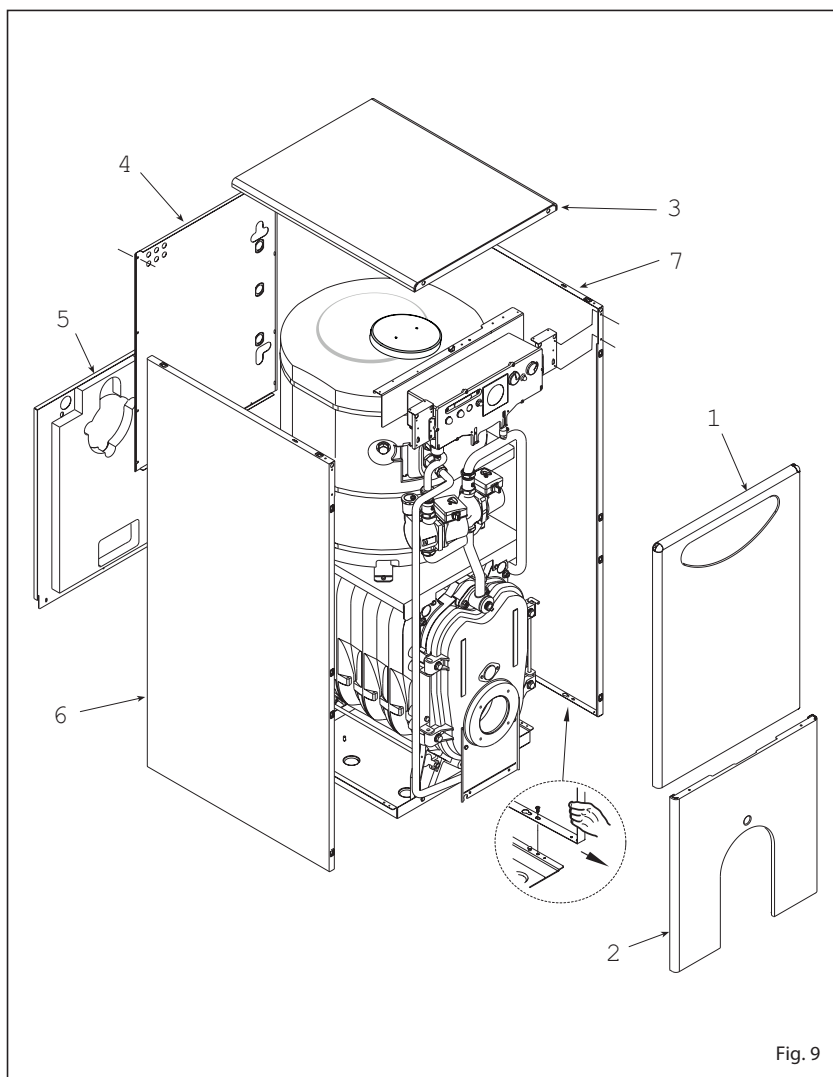

Fig. 9
3.3.3 Desmontaje de la envolvente (fig. 9)
Para un fácil mantenimiento de la caldera es posible desmontar completamente el blindaje siguiendo la progresión numérica de la fig. 9.